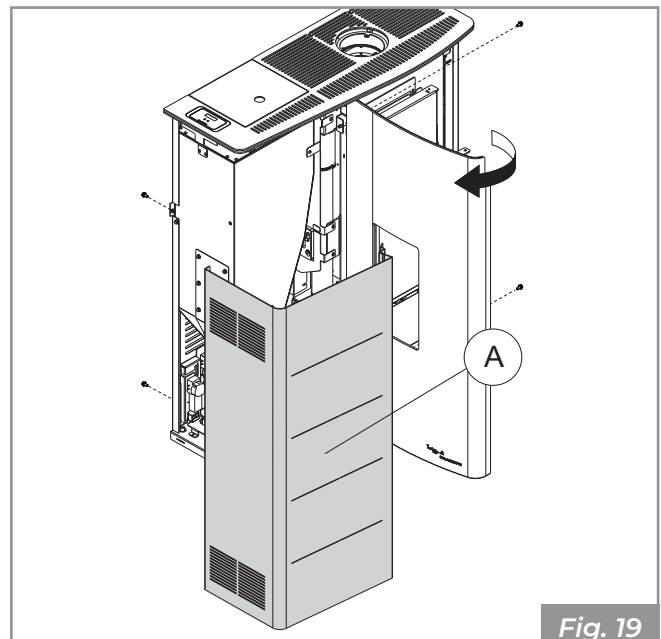

Fig. 19
- Ouvrir la porte et agir sur les vis pour retirer la joue latérale de gauche (**A - Fig. 19**).